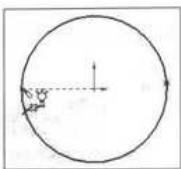
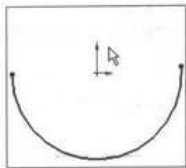

图 2-32 绘制分割点
图 2-33 删除圆弧
(1) 在特征管理器设计树中选取“前视基准面”，使用草图工具栏中的  (圆) 工具在图形区域任意绘制一个圆。
(2) 单击草图工具栏中的  (分割实体) 工具，移动鼠标指针到圆实体的弧边上单击鼠标左键确定一个分割点的位置，用同样的方法确定第二个分割点，如图 2-32 所示。
(3) 此时分割点已经将一个完整的圆分割成两个部分，选取其中的一部分，将其移动到新的位置，会发现并没有像想象中的那样可以使两部分草图实体随意地分开，它们依然保持着整体结合的状态。
(4) 保持一部分线段的选取，然后按下 <Delete> 键，会看到被选取的线段已经被删除，如图 2-33 所示。